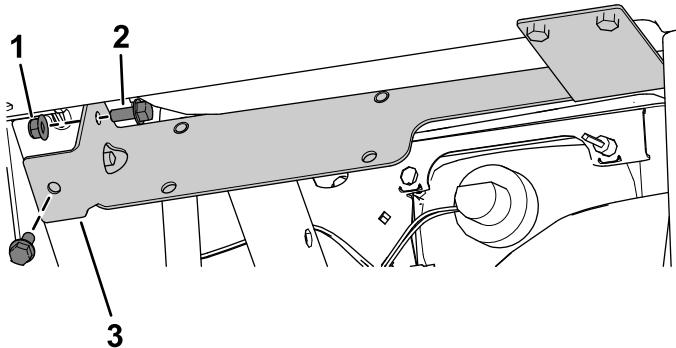

Figure 27
- D. Fixez le côté gauche du support du chauffage à l'aide de 2 boulons à embase ($5/16" \times 3/4"$) et de 2 écrous à embase ($5/16"$), comme montré à la Figure 27.